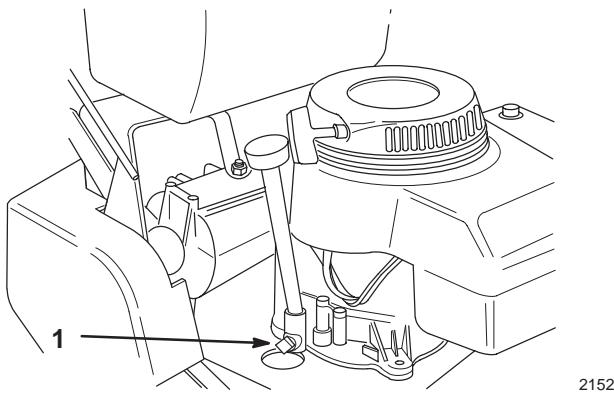

Figure 26
- Placez un bac de vidange sous l'orifice de vidange. Enlevez le bouchon de vidange (Fig. 26).